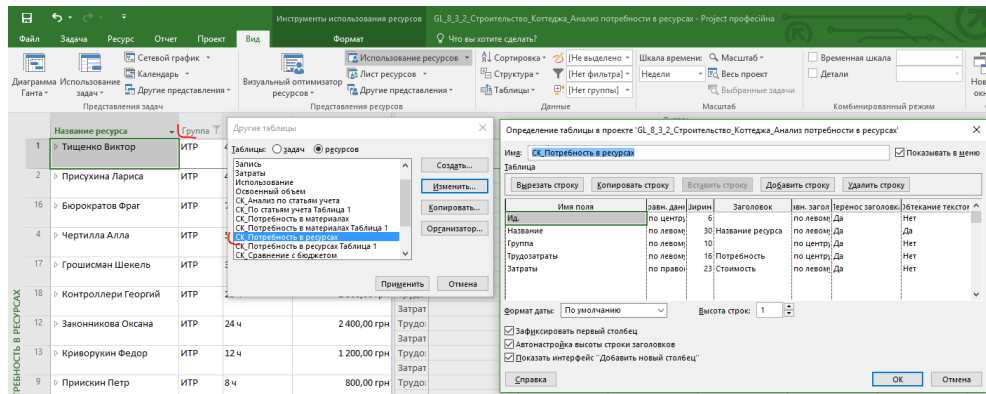

Рисунок 8.67 – Создание таблицы для анализа потребности в проекте
4. Изменим созданную автоматически таблицу, удалив поле «Единица измерения материалов» и «Группа» (см. рисунок 8.67).